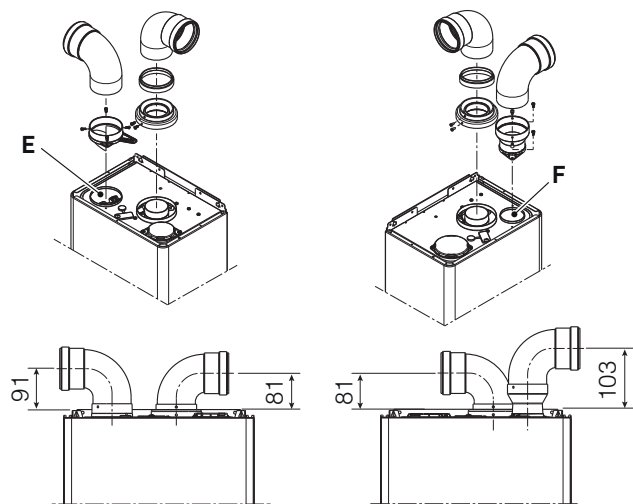

Fig. 15
L'adaptateur d'entrée d'air de Ø 80 (E) doit être orienté correctement, donc il est nécessaire de le fixer à travers les vis appropriées de manière que l'ailette de positionnement n'interfère pas avec le manteau (Fig. 15).